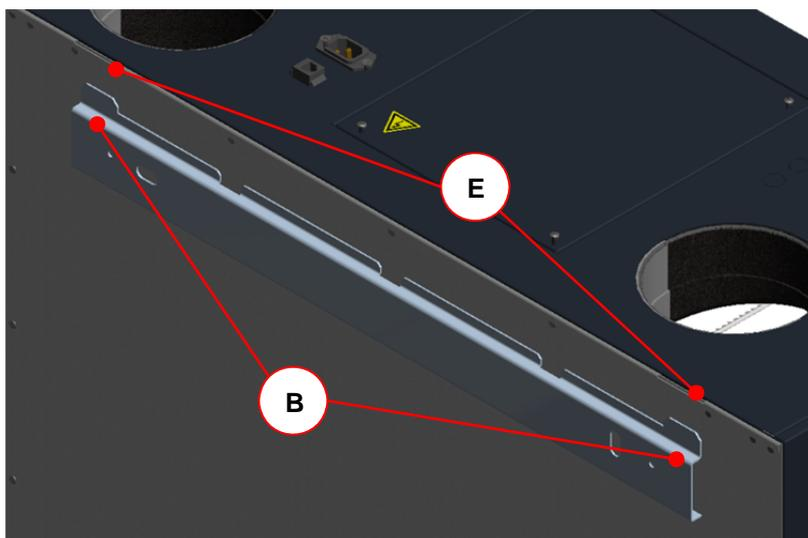

Abb. 18: Einhängen in das Befestigungsblech
6. Setzen Sie das FOCUS so auf den Montage-Sockel, indem die Laschen des Befestigungsbleches in die jeweils unten befindlichen Schlitzöffnungen des Falzes der Geräterückwand einhaken. Siehe hierzu Abb. 18.